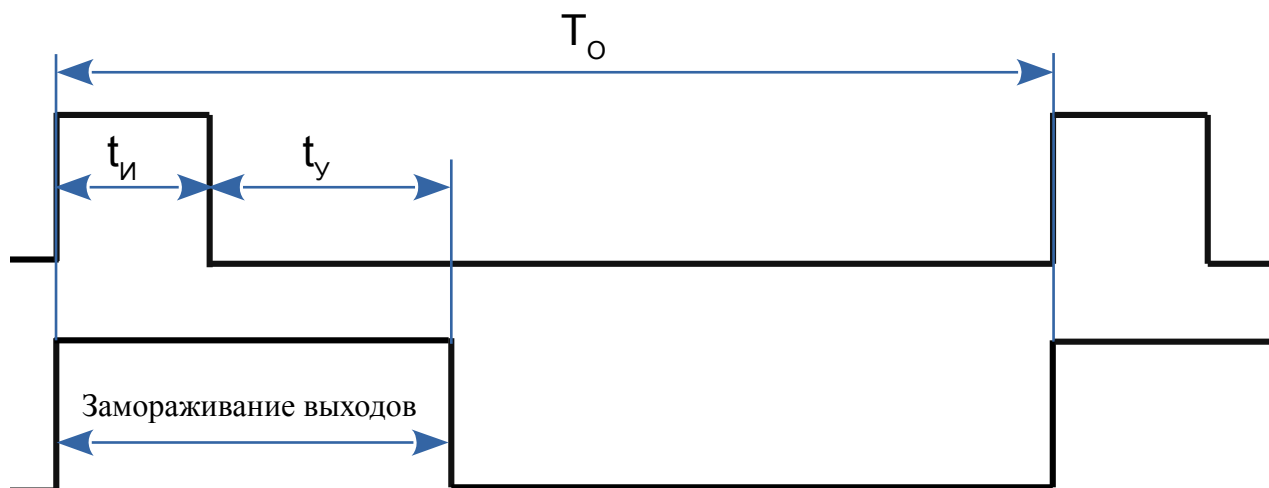

Рисунок 21 - Временные диаграммы, поясняющие работу анализатора в режиме очистки «Включена»
4.3.6.2 В режиме очистки «Включена» обеспечивается формирование временных интервалов, значения которых задаёт пользователь (смотри Рисунок 21), а именно: